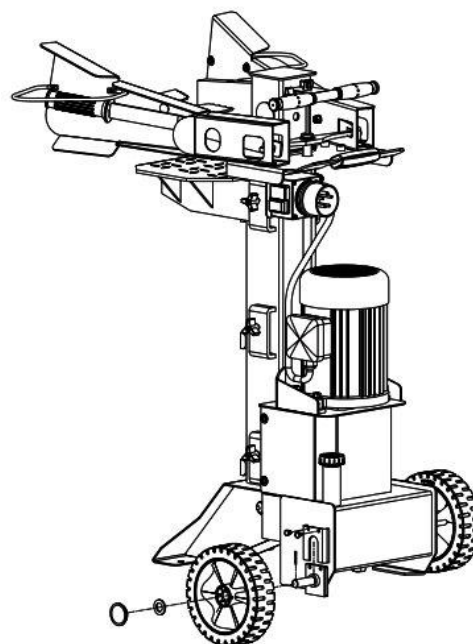

Рис.2
2. Подсоедините колеса и закрепите болтами (Рис.2).